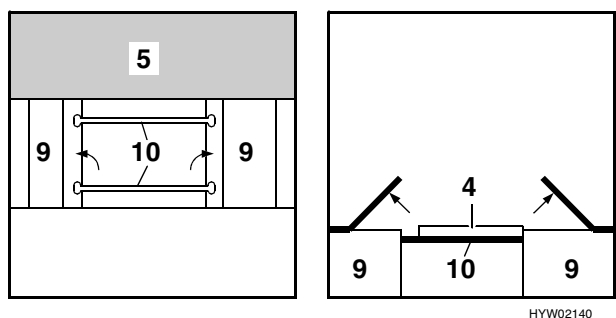

Fig. 97 Durante la trasformazione
- Sollevare le due parti ribaltabili dei cassoni del letto e collocare le due stange (Fig. 97,10) trasversalmente tra i due cassoni del letto nelle rispettive scanalature. Chiudere le parti ribaltabili dei cassoni.
- Collocare il piano del tavolo (Fig. 97,4) sulle due stange del letto.